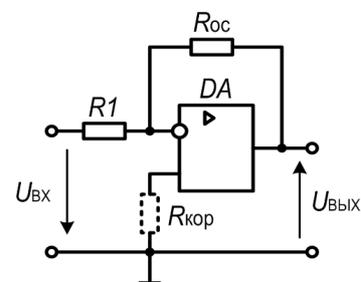

Рис. 12.5 Инвертирующая схема включения ОУ
- а) собрать схему инвертирующего усилителя (рис. 12.5);